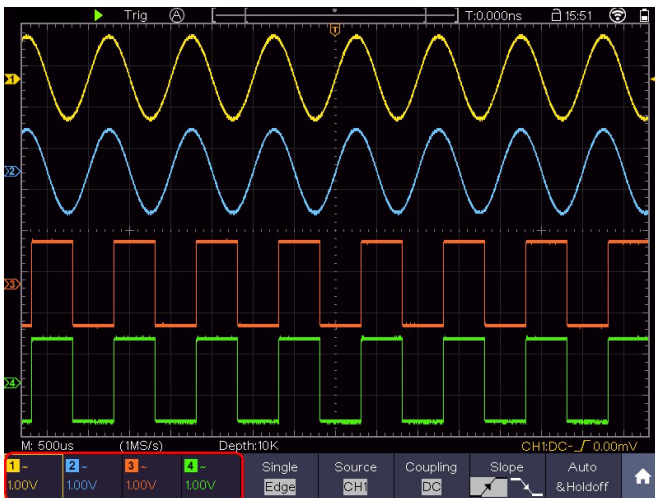

Рисунок 5-7 Информация о вертикальном масштабе
2. Ручка Vertical Scale (вертикальной шкалы) используется для регулирования вертикального разрешения выбранных осциллограмм. Чувствительность шагов вертикального деления кратна 1-2-5. Вертикальная шкала отображается в левом нижнем углу экрана (см. рисунок 5-7).